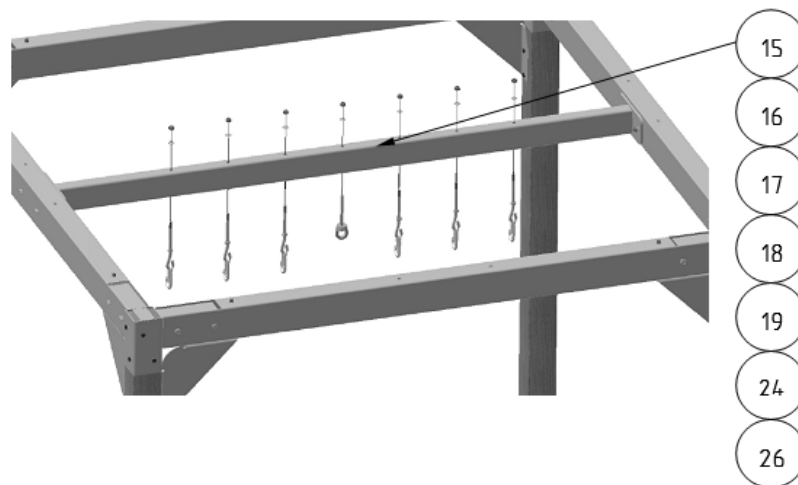

Abbildung 12: Montage Schaukelhaken
Nach dem das Motorikzentrum stabil steht, können die Schaukelpunkte montiert werden. Befestigen Sie den Drehwirbel (24) in der Mitte des Querträgers, die anderen Schaukelhaken werden links und rechts daneben angeordnet. Achten Sie darauf, dass die Schaukelrichtung parallel zu den Kletterelementen verläuft (vgl. Abb. 12).